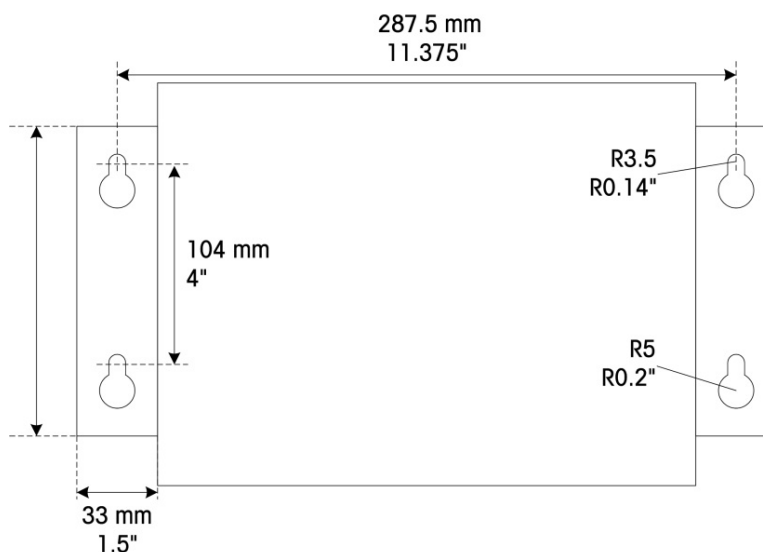

Figura 3-3: Padrão dos orifícios de montagem
1. Marque a posição dos orifícios de montagem na superfície vertical usando as dimensões mostradas na Figura 3-3, ou elevando o gabinete da superfície e marcando orifícios em todo o suporte nas laterais do gabinete. As medições são fornecidas em milímetros e polegadas.